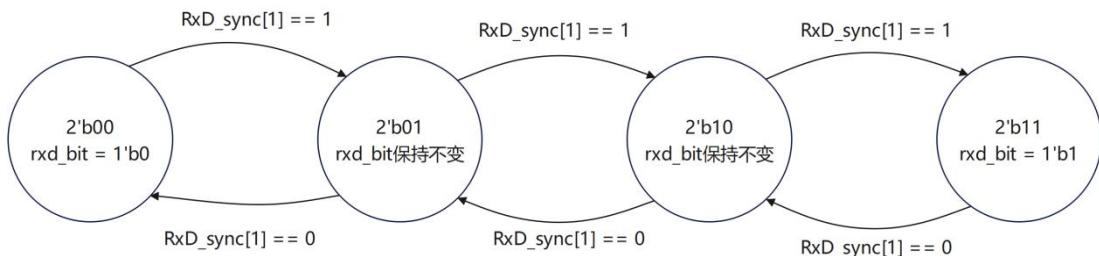

图 6 滤波计数器更新逻辑
- 根据过采样中各个采样点的信号来更新滤波计数器（Filter_cnt），更新逻辑见图 6（更新逻辑类似状态机）